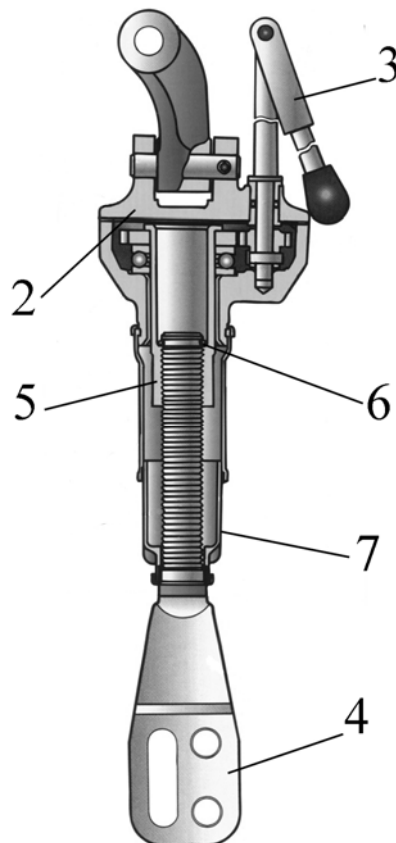

Рисунок 8.7 Раскос шестерёнчатый.
- 2) отверните четыре болта (7), (8) (**рисунок 8.2**) и снимите крышку (2) (**рисунок 8.7**), в сборе, с рукояткой (3);
- 3) вверните вилку (4) в трубу (5), до упора вверх;
- 4) разведите ветви кольца (6) и демонтируйте его из канавки;
- 5) выверните вилку (4) совместно с колпаком (7) из трубы (5).